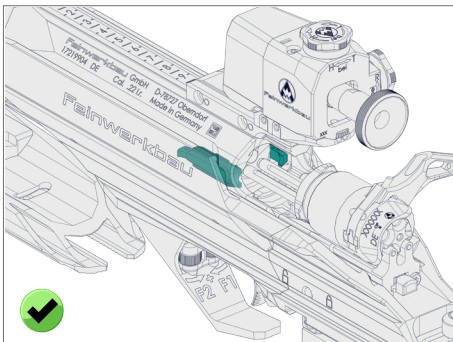

Abb. 5
- Prüfen ob die Zuführleisten gesichert sind (Abb.5 und 6).